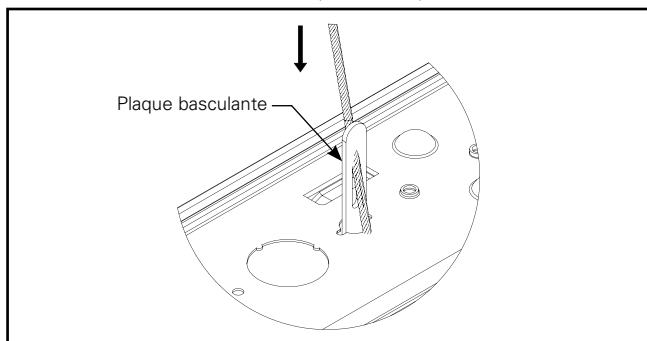

Figure 4.2.
- B. Maintenez le côté de la longueur de la plaque basculante de façon perpendiculaire à la surface supérieure du canal et insérez-la dans le trou (figure 4.2).